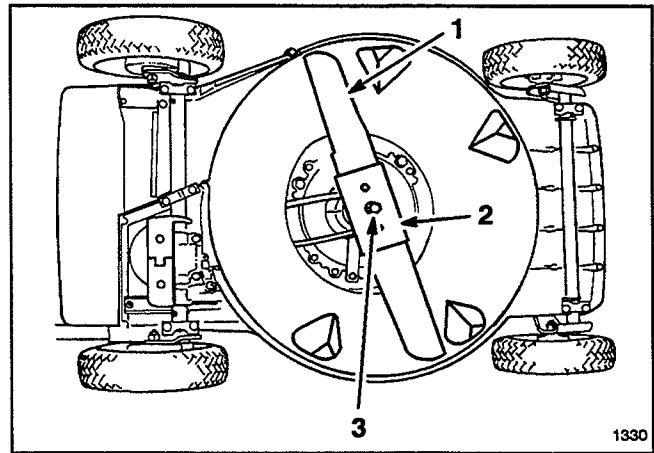

Figure 26
6. Basculer la tondeuse sur le côté gauche (Fig. 26). Éviter de faire tourner la lame, pour ne pas provoquer des problèmes de démarrage.
8. DÉPOSE DE LA LAME—Tenir la lame par l'extrémité avec un chiffon ou un gant épais. Retirer le boulon de lame, la rondelle de blocage, le renfort et la lame (Fig. 26).